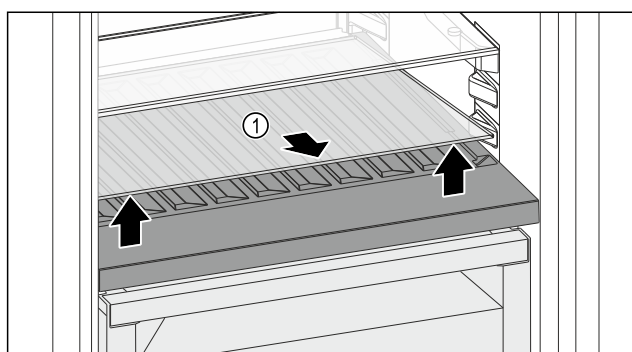

Fig. 127
- Sollevare il ripiano di vetro Fig. 127 (1) dall'incavo anteriore e rimuoverlo.
- Conservare il ripiano di vetro Fig. 127 (1) fuori dall'apparecchio in un luogo sicuro.
- Inserire il ripiano di vetro (2) sotto il vano bottiglie variabile.